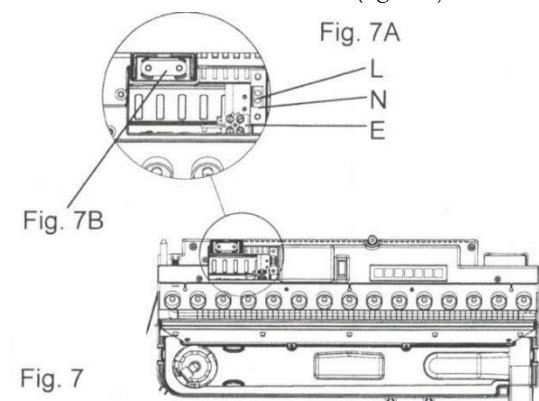

Fig. 7A
4. Schroef de spanningsdraad, de neutrale draad en de aarddraad los en verwijder deze (fig. 7A).